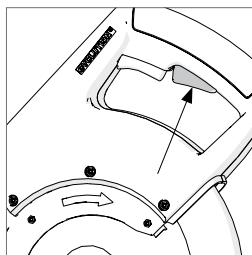

Fig. 25
- Rappelez-vous d'abord appuyer sur le bouton de verrouillage de tension avant le Interrupteur Marche / Arrêt. **(Fig. 25)**